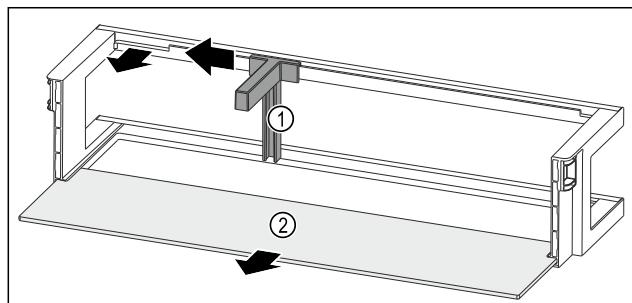

Fig. 96 Balconnet de contre-porte avec porte-bouteilles et tablette de rangement
- ▶ Pousser le porte-bouteilles Fig. 96 (1) sur le côté jusqu'à l'évidement.
- ▶ Retirer le porte-bouteilles Fig. 96 (1).
- ▶ Retirer la tablette de rangement Fig. 96 (2).